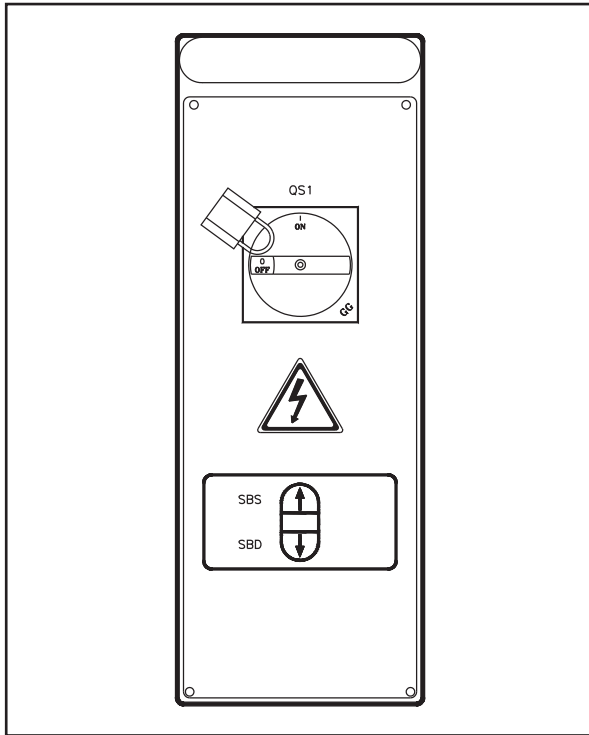

Fig.60 Abb.60
- l'interruttore generale sul quadro deve essere bloccato **IN POSIZIONE "0"** mediante un **LUCCHETTO** (Fig.60).
- the master switch on the panel must be locked to **POSITION "0"** with a **LOCKOUT** (Fig.60).
- l'interrupteur général du coffret de commande doit être bloqué **EN POSITION "0" au moyen d'un CADENAS** (fig. 60)
- der Schalter auf dem Schaltkasten muss in **POSITION "0" DURCH EIN VORHÄNGESCHLOSS** blockiert werden. Siehe Abb.60.
- interruptor general del cuadro de mandos debe estar bloqueado **EN LA POSICIÓN "0" mediante un CANDADO** (Fig.60).